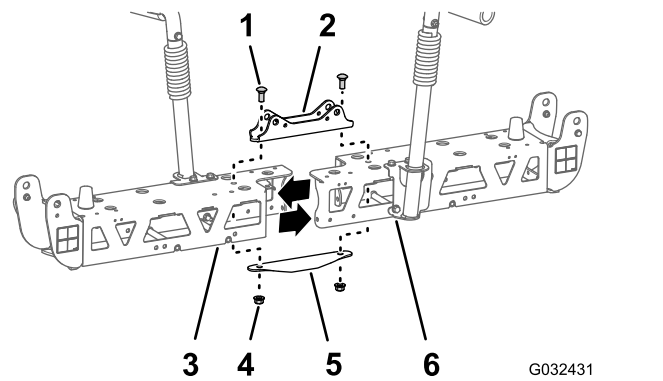

図 53
2. 幅狭のシリンダマウント、左右のトラスフレーム、幅狭のタイプレートを固定しているキャリッジボルト $\frac{1}{2}$  x 1 $\frac{1}{4}$ " 2本とロックナット $\frac{1}{2}$ " 2個を取り外す 図 53。